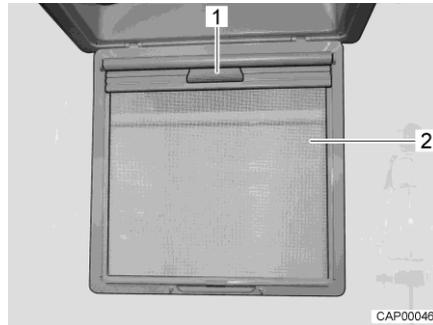

Fig. 49 Persiana oscurecedora enrollable
- Plegar hacia abajo la protección contra insectos (Fig. 49,2).
- Tirar la persiana oscurecedora enrollable hacia abajo por el tirador (Fig. 49,1) hasta que engatille del lado opuesto.
- Desenganchar la persiana oscurecedora enrollable por el tirador (Fig. 49,1) y regresar la misma lentamente a su posición inicial.
- Plegar hacia arriba la protección contra insectos (Fig. 49,2) hasta que engatille.